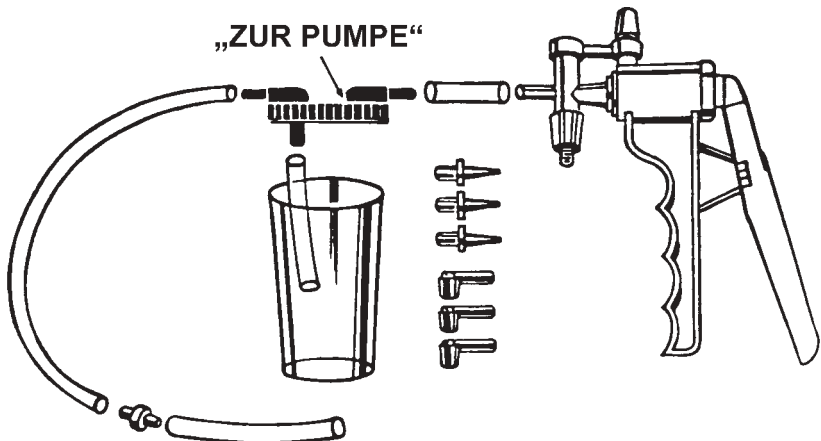

ABBILDUNG 15: Nr. 6820 Bremsenentlüftungssatz
- 3) An dem Anschluss mit der Markierung „ZUR PUMPE“ einen 1-1/2 Zoll Schlauch zwischen die Pumpe und den Reservoir-eckel schieben (ABBILDUNG 15)